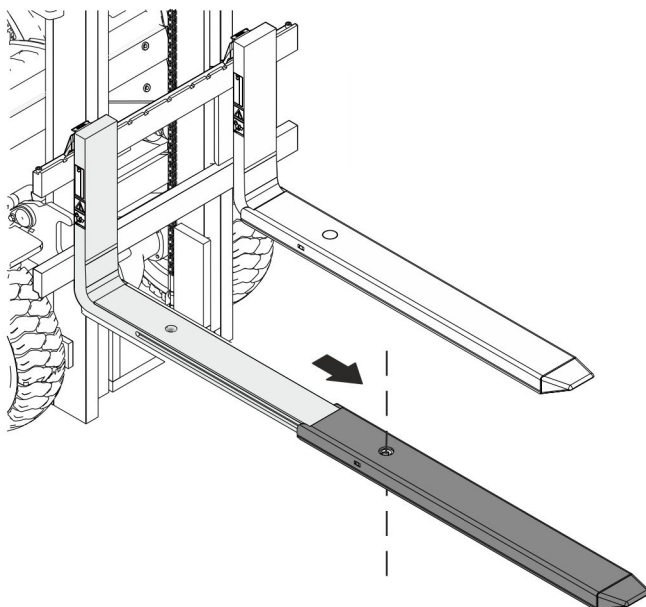

Abb. 12: G2 TeleskopGabelzinke ausziehen
5. ➤ Bohrungen in Aufsteckschuh und Grundgabelzinke in Flucht bringen (Abb. 12).